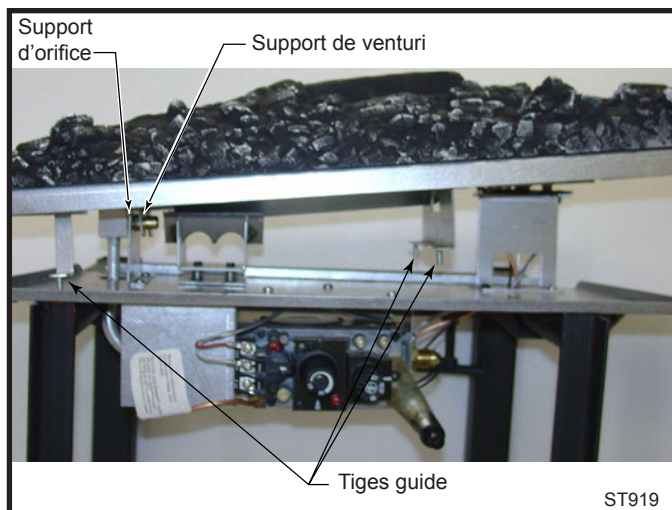

Fig. 81 Inclinez le lit de cendres légèrement afin de corriger l'emplacement du venturi et de l'obturateur d'air.
2. retirez prudemment le lit de cendres en soulevant le côté droit d'abord et en le retirant en direction du côté droit de l'unité. (Fig. 81)